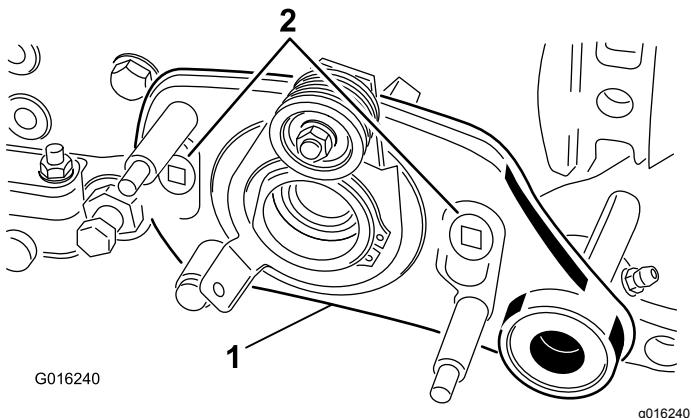

Figura 36
8. Remova os 2 parafusos com olhal que prendem o conjunto da transmissão do rastelo aos adaptadores da placa lateral (Figura 36).